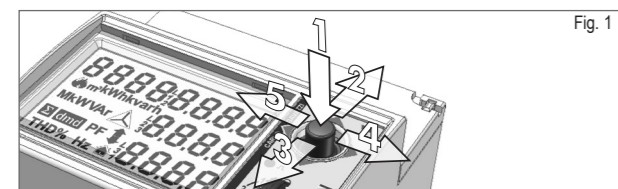

Fig. 1
■ JOYSTICKFUNKTIONER fig. 1
- 03 ConFirM:** bekräfta CT-värdet. Välj "no" (nej) för att programmera om CT-omsättningstalet eller "YES" (JA) för att bekräfta det.
- Välj "no" (nej) för att programmera om CT-omsättningstalet eller "YES" (JA) för att bekräfta det.